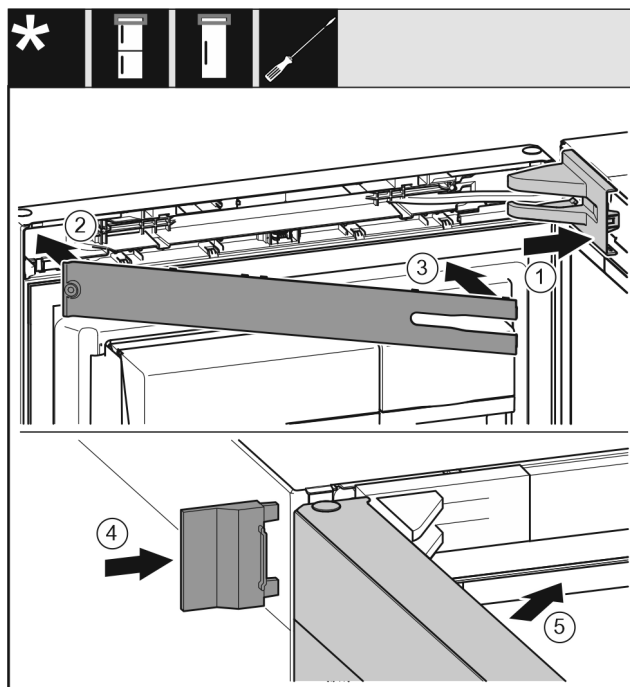

Fig. 22
- Nasadte a zaklapněte kryt stojanu ložiska, příp. opatrně odtlačte od sebe. Fig. 22 (1)
- Nasadte záslepku. Fig. 22 (2)
- Záslepku sklopte a zaklapněte. Fig. 22 (3)
- Nasuňte vnější kryt. Fig. 22 (4)
- Zavřete horní dveře. Fig. 22 (5)